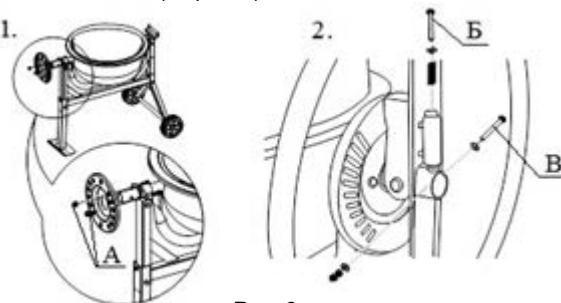

Рис.6
5. Сборка поворотной рукоятки (рис.6).
- 5.2. Используя крепежный комплект №4, закрепите пластину с помощью двух болтов M8x25 (А; рис.6) с шайбами.
- 5.3. Заверните болт M8X50 (Б; рис.6) в трубу поворотной рукоятки. Вставьте шайбу и затем пружину в трубу. Удерживая пружину пальцем, наденьте рукоятку на вал. Нажмите рукоятку вниз пока отверстия на валу и трубе поворотной рукоятки не совпадут. Вставьте болт M10X70 (В; рис.6) с шайбами и